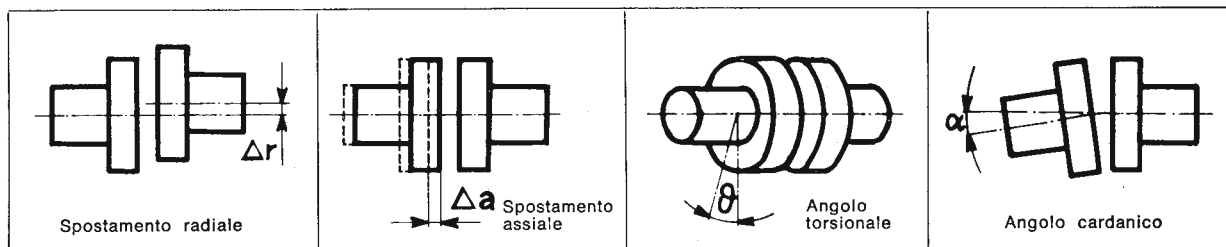

Figura 2: Movimenti relativi tra albero motore ed albero condotto collegati da un giunto elastico
- consente tra i due alberi suddetti movimenti relativi di tipo: torsionale, cardanico, radiale, assiale (vedi figura 2).